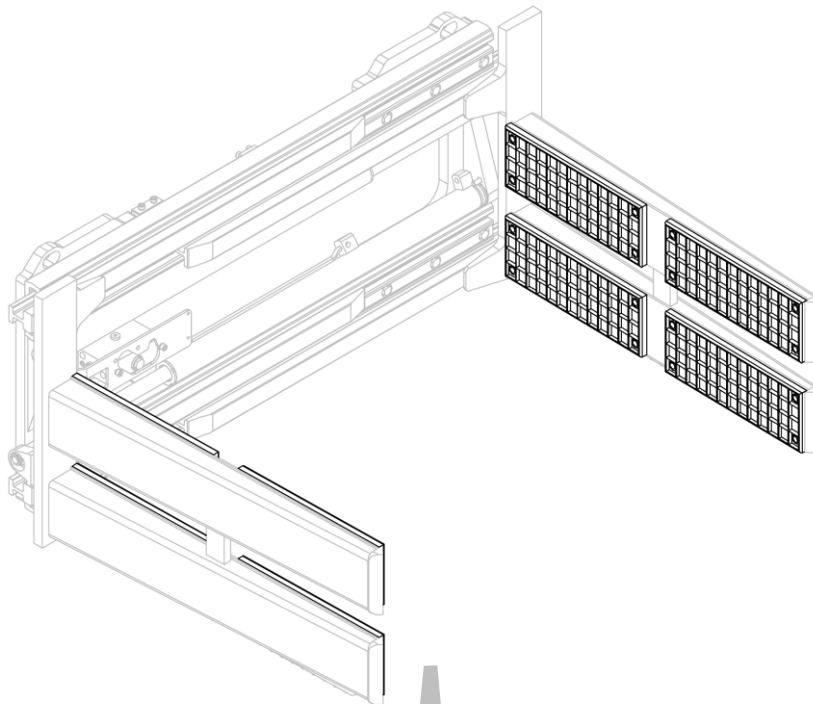
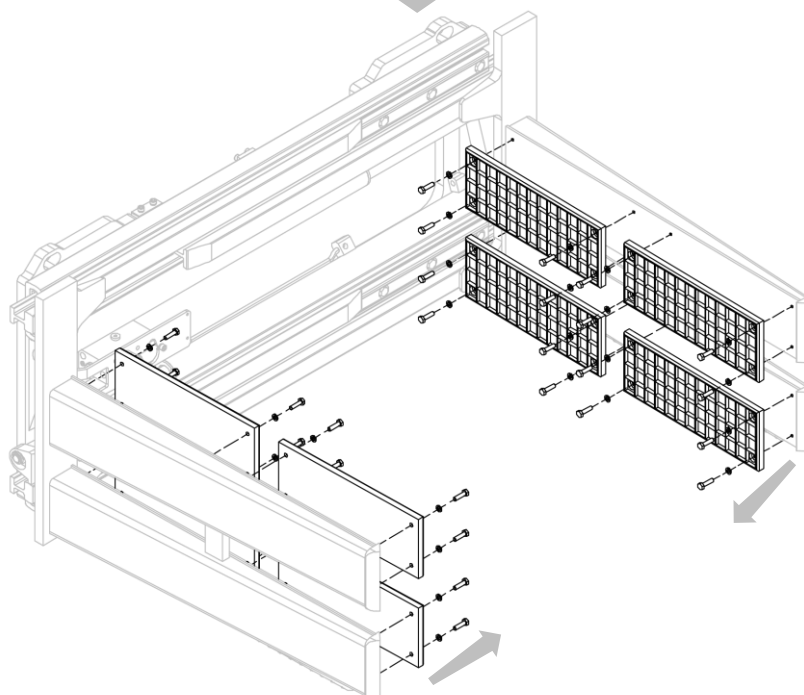

Figura 31
Figura 32
3. Rimuovere le piastre gommate dalle forcelle dopo aver rimosso le relative viti (vedi *Figura 31* e *Figura 32*).